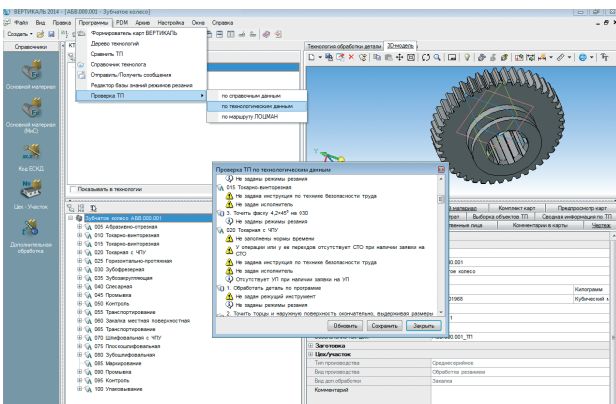

Рис. 6. Проверка ТП по технологическим данным
- по технологическим данным на соответствие требованиям нормоконтроля (алгоритм настраивается) — рис. 6;